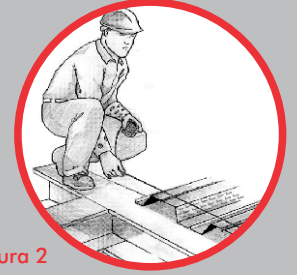

Figura 2
- **5.** En aquellos apoyos que van quedando ocultos deberá tirarse sobre las placas un hilo de referencia al eje del perfil - Figura 2.